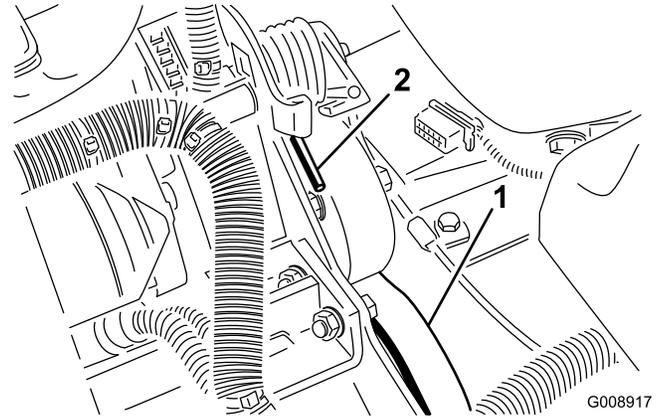

図 53
2. スプリングの端を前側に押し下げてブラケットから外し、スプリングのテンションをなくす (図 53)。